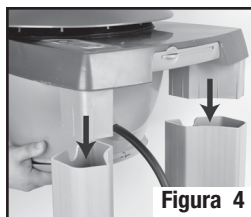

Figura 4
3. Anexe la Cabeza del Aspirador. Haga coincidir las torres derecha e izquierda del Montaje de la Cabeza del Aspirador dentro de los Pedestales Verticales Izquierdo y Derecho. Presione para asegurarlos (Figura 4).